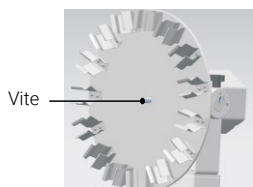

figura 1
1. Inserire la vite sull'albero di rotazione nel foro centrale del vassoio e assicurarsi che questo sia saldamente in contatto con il blocco di fissaggio della piastra rotante, come mostrato nella figura 1.